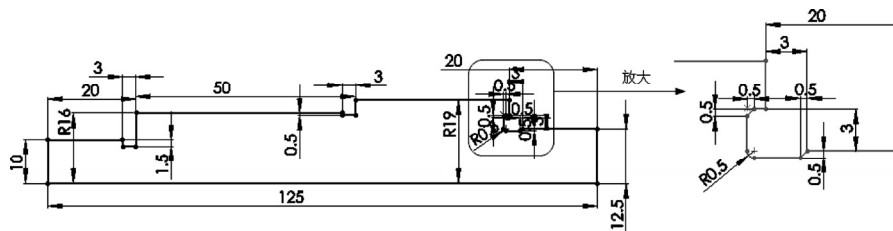

图 8-9 草图轮廓
**03** 标注尺寸。单击“草图”控制面板中的“智能尺寸”按钮, 或选择菜单栏中的“工具”→“标注尺寸”→“智能尺寸”命令，为草图轮廓添加驱动尺寸，如图 8-9 所示。首先标注花键轴的全长为 125mm，再标注细节尺寸，这样可以有效避免草图轮廓在添加驱动尺寸前几何关系的变化。